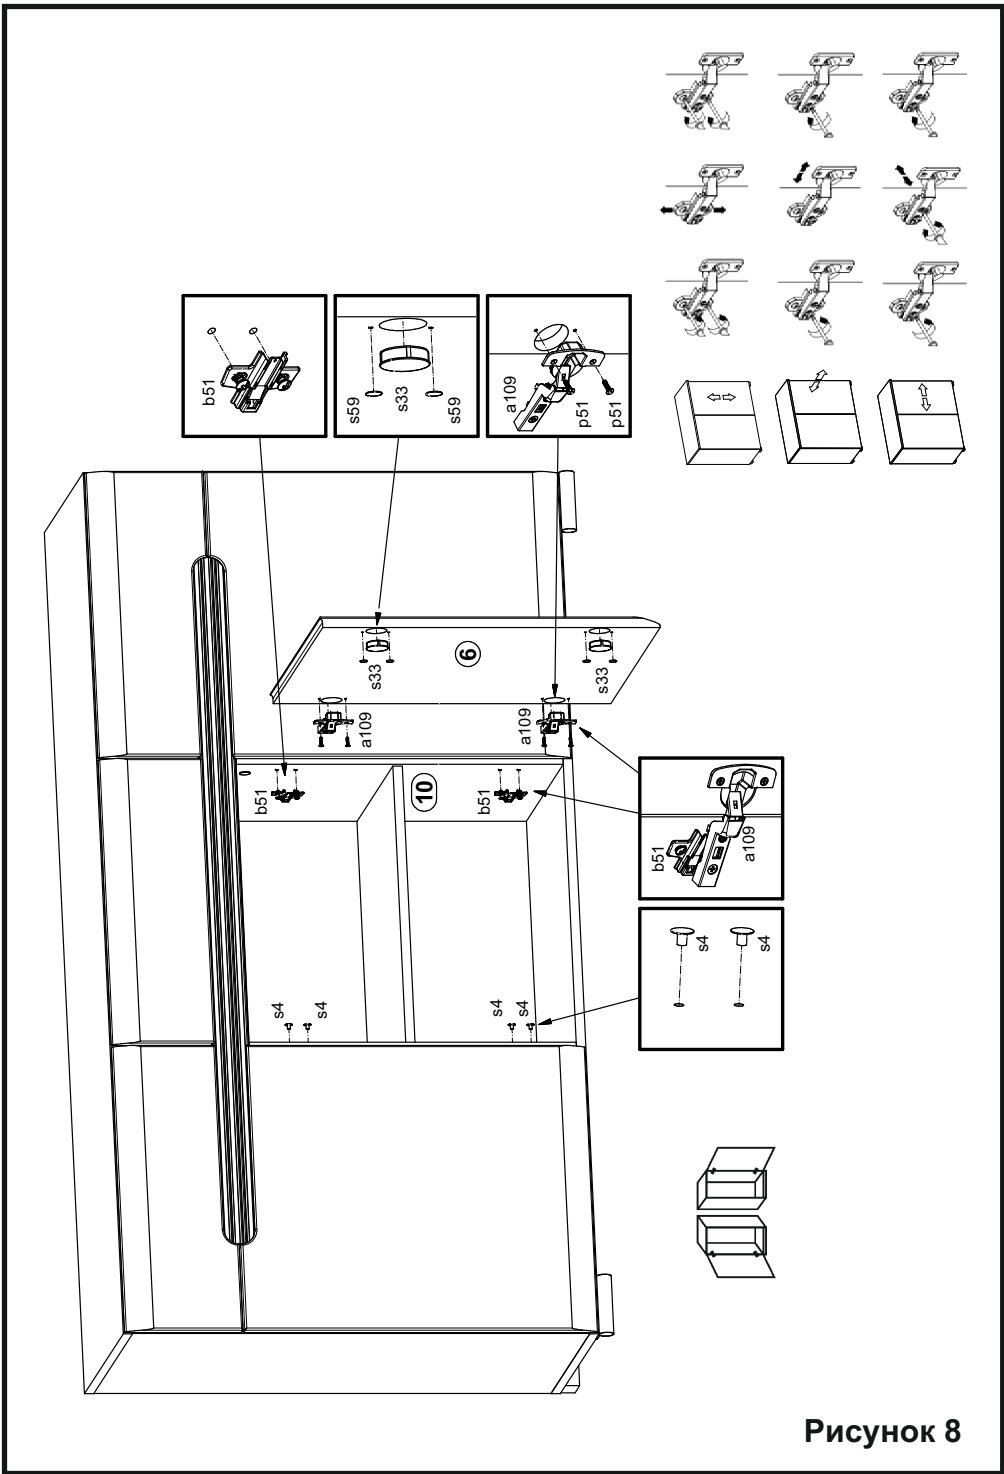

Рисунок 8
27. Навесить двери **4** и **5** на корпус изделия, совместив петли шарнирные **a102** с ответными планками петель **b59**. При необходимости отрегулировать положение двери, вращая регулировочные винты (см.рис. 8).
6. Положить дверь **6** фасадной поверхностью вниз на ровную поверхность и **в зависимости от выбранного лево- или правостороннего открывания двери** закрепить на ней петли шарнирные **a109** шурупами **p51** (см.рис. 8).
28. Навесить дверь **6** на корпус изделия, совместив петли шарнирные **a109** с ответными планками петель **b51** (см.рис. 8). При необходимости отрегулировать положение дверей, вращая регулировочные винты (см.рис. 8).
39. Оставшиеся открытыми отверстия $\varnothing 35$ мм и $\varnothing 3$ на двери **6** закрыть заглушками **s33** и **s59** (см. рис. 8)
4. В отверстия $\varnothing 5$ мм на внутренней поверхностях стенки **9** или **10**, в зависимости от лево- или правостороннего открывания двери **4**, закрепить ответные планки петли **b51 (см.рис. 8)**. Открытые отверстия $\varnothing 5$ мм на стенке **9** или **10** закрыть заглушками **s4**.